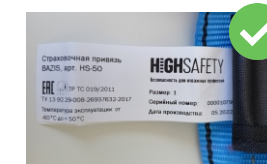

рис. 15
2. Проверьте маркировку на изделии. Она должна быть разборчивой и легко читаться (рис. 15);